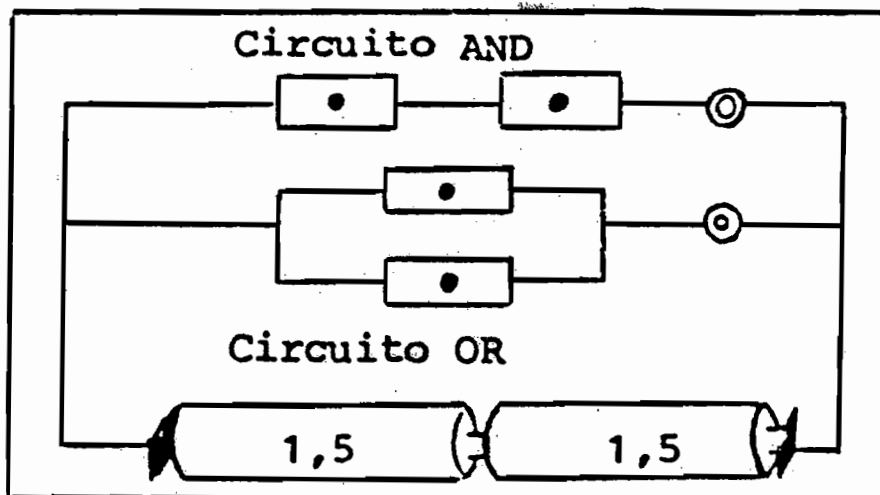

Figura 1
a) Dibujar el esquema sobre el tablero y hacer los calados respectivos (Figura 1).
- c) En la cara posterior se deben colocar los polos positivo y negativo, con latas de cobre (Figura 1)
- d) La pata más larga del diodo debe conectarse al polo negativo y la más corta al polo positivo; esta vez van conectados en serie con una resistencia de  $100\Omega$  la que está conectada al polo negativo (Figura 1).